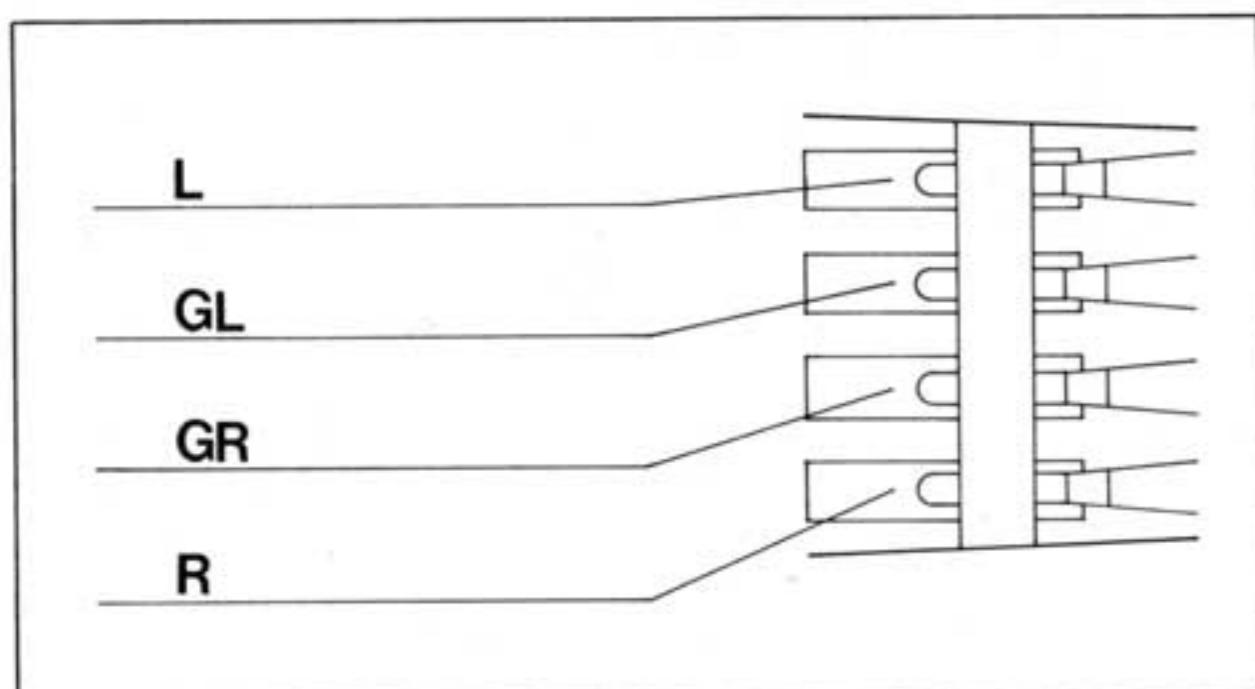

Fig. 12
3. Die Anschlüsse am Systemträger und Tonabnehmersystem sind gekennzeichnet (Fig. 12). Verbinden Sie die Anschlußblitzen des Systemträgers mit den entsprechenden und gleich gekennzeichneten Anschlußstiften des Tonabnehmersystems.
3. The connection inputs on the cartridge holder and on the cartridge are color coded (Fig. 12). Connect the leads of the cartridge holder to the correspondingly coded connection pins of the cartridge.
3. Les connexions sur le porte-cellule et la cellule sont repérées. Reliez les cordons du porte-cellule aux broches de la cellule portant le même repère (fig. 12).
3. De aansluitingen aan de houder zijn gekleurd. De kleurencode komt overeen met de aanwijzingen op het element. Sluit ze achtereenvolgens aan (Fig. 12).
3. Las conexiones del portacápsulas y de la cápsulas van marcadas. Conecte las clavijas de la cápsula con los cables de igual marca del portacápsulas (fig. 12).
3. Anslutningstrådarna i monteringsbryggan är färgmärkta (Fig. 12). Koppla dessa trådar till stiftarna med motsvarande markering på pick-upen.